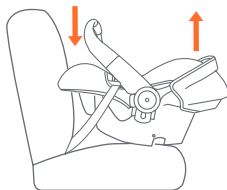

Fig. 53-2
2. **Sillita de seguridad sin base:** Verifique que la sillita de seguridad esté nivelada de lado a lado en el asiento del vehículo. Verifique el indicador de nivel apropiado para el peso del ocupante como se indica en la Fig. 53-2.